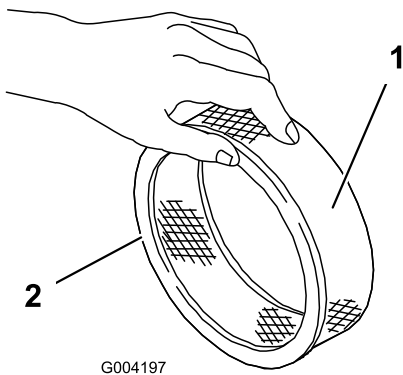

图 157
5. 检查纸质过滤器是否存在破裂、油性薄膜和橡胶封条损坏 (图 157)。